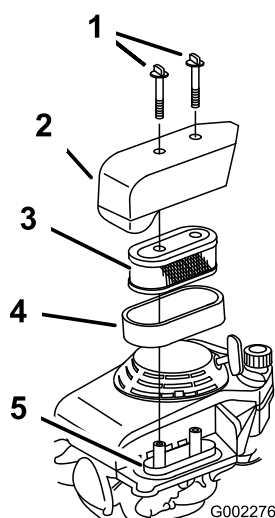

Figura 24
3. Retire los 2 pernos de orejeta que fijan la tapa (Figura 24).
5. Separe cuidadosamente de la base los elementos de gomaespuma y de papel (Figura 24).
6. Separe el elemento de gomaespuma del elemento de papel (Figura 24).